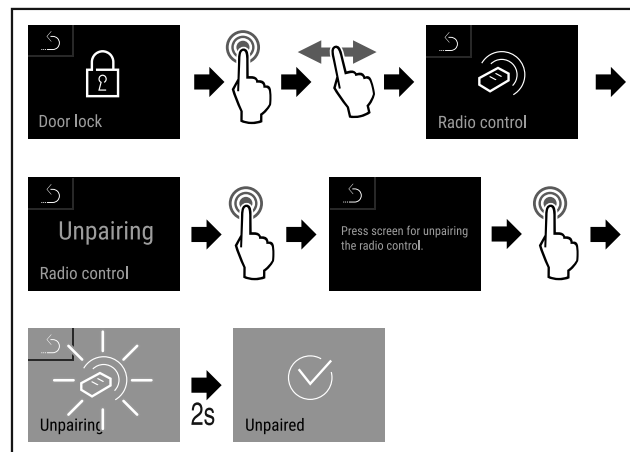

Fig. 102
- ▶ Eseguire i passi (vedere Fig. 102) .